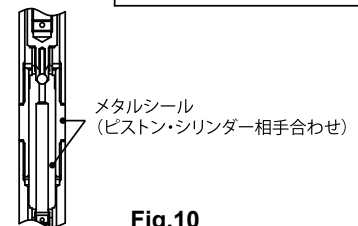

Fig.10
- 10) 各部品を洗浄・点検し、キズや摩耗などがあれば新品と交換してください。特に、ピストン、プランジャーロッドはメタルシール機構のため、キズや遍摩耗などがあるとシール性が悪く、リークによる圧力低下や、吐出量が減少しますので交換する必要があります。この場合ピストンとシリンダーは相手合わせの一对となっているため、セットで交換してください。(Fig.10)